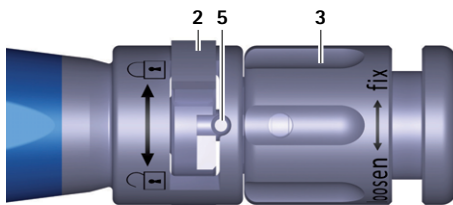

Fig. 4 Vista ingrandita strumento inseritore, impianto di prova/impianto serrato
- Ruotare il dado girevole 3 dello strumento inseritore A in senso orario (direzione "fix"), finché l'impianto di prova non è serrato saldamente, vedere Fig. 4.
- Ruotare il dado girevole **3** sullo strumento inseritore **A** in senso orario (direzione: „fix”), finché l'impianto non è serrato, vedere Fig. 4.